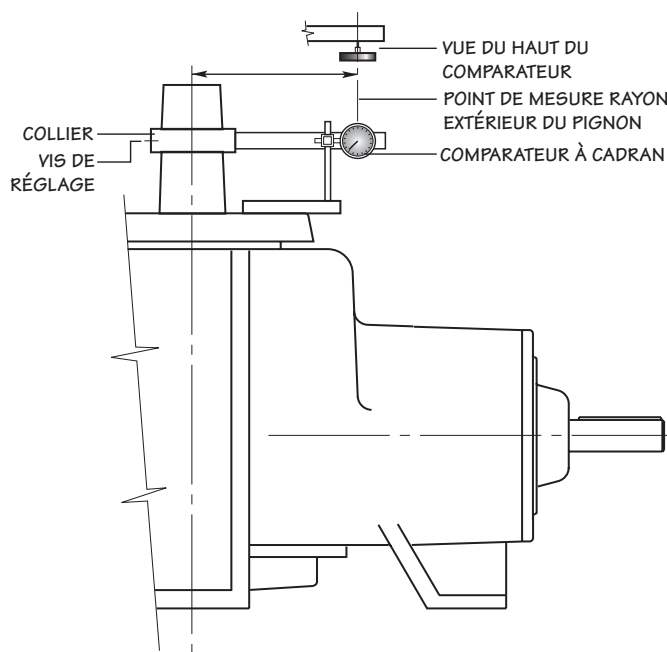

Figure 6 Mesure du jeu entre les dents de l'engrenage
La dent du pignon d'entraînement marquée par un « X » étant engagée entre les deux dents de la couronne de train planétaire marquées par un « X », vérifiez le jeu entre les dents avec un comparateur à cadran comme illustré à la **Figure 6**. Verrouillez l'arbre à pignons contre toute rotation. Le jeu entre les dents est la quantité de mouvement de l'axe du ventilateur, mesurée à une distance égale au rayon extérieur de la couronne de train planétaire. Le jeu entre les dents sur un jeu d'engrenages 6,50/1 doit être compris entre 0,33 et 0,46 mm (0,013 et 0,018 po). Le jeu entre les dents pour tous les autres ratios doit être compris entre 0,25 et 0,38 mm (0,010 et 0,015 po). Une fois les dents marquées par un « X » engagées, le jeu entre les dents doit être approximativement au milieu de la plage admissible. Vérifiez le jeu entre les dents en trois autres points autour de la couronne de train planétaire pour vous assurer que le jeu entre les dents est dans les limites spécifiées. Ajustez la couronne de train planétaire avec l'axe en retirant ou en ajoutant des cales (420) en bas de l'arrêt de roulement. **Nota** – Pour maintenir la cale correspondant à l'ajustement du roulement (420), l'ajustement doit être effectué au niveau de l'arrêt de roulement.